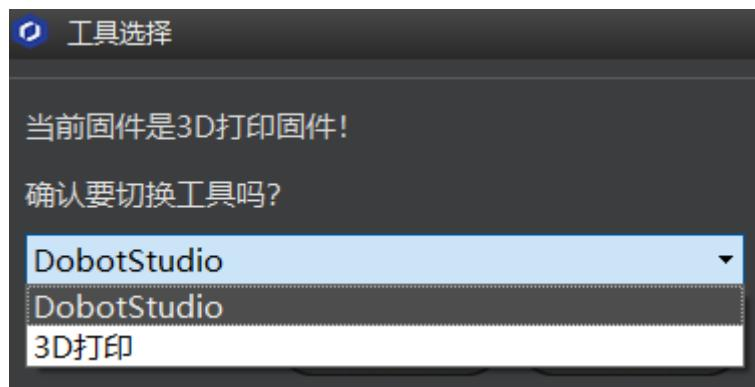

图 5.62 固件选择
1. 在连接DobotStudio时会弹出“工具选择”对话框，我们需在下拉框中选择“DobotStudio”重新烧录固件，如图 5.62所示，并单击“确认”。